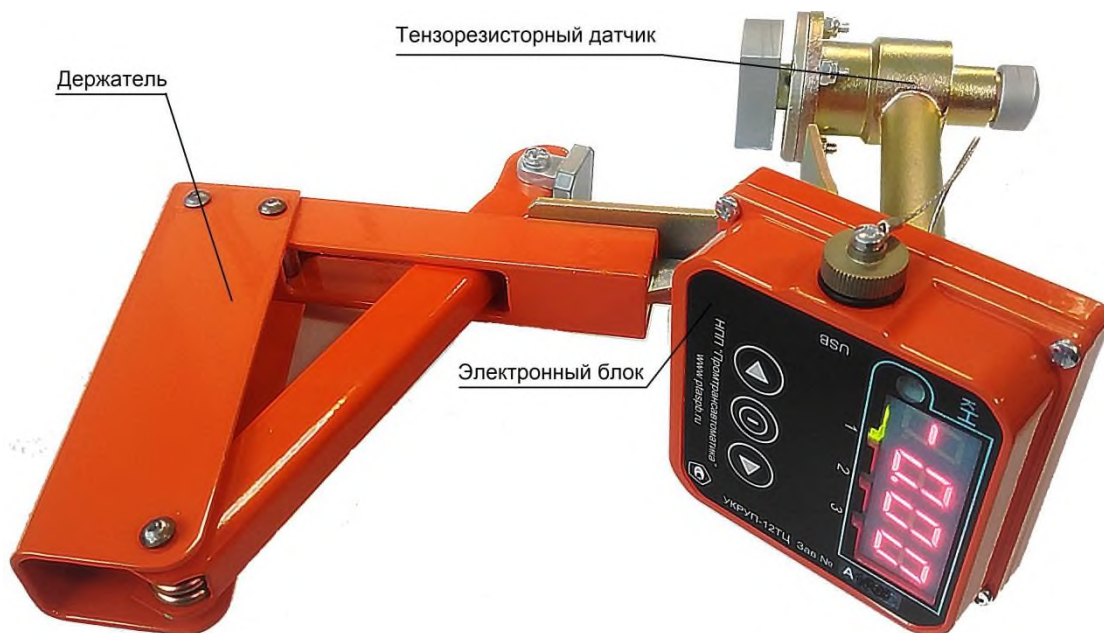

Рисунок 1. Вид устройства.
1.1.2 Устройство состоит из блока с тензодатчиками, устанавливаемого между острием стрелки и рамным рельсом и блока обработки и визуализации результатов измерений. Вид устройства приведен на рисунке (Рисунок 1) и в приложении А.